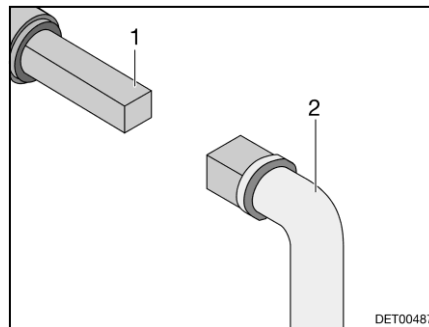

Fig. 122 Utilizzo del rubinetto di scolo delle acque grigie
- Inserire la chiave (Fig. 122,2) sul perno quadro (Fig. 122,1).